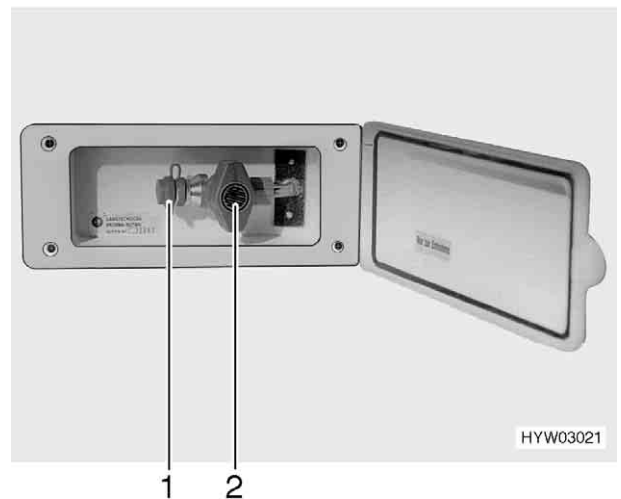

Fig. 91 Raccordement externe de gaz avec robinet d'arrêt fermé
- ▶ Lorsque le raccordement externe de gaz n'est pas utilisé, toujours fermer le robinet d'arrêt (Fig. 91,2).
- ▶ Après le raccordement et l'ouverture du robinet principal, contrôler qu'aucune fuite de gaz ne se produise au niveau du point de branchement (Fig. 91,1). Si le raccordement externe de gaz n'est pas étanche, du gaz fuit vers l'extérieur. Dans un tel cas, fermer immédiatement le robinet principal ainsi que celui de la bouteille de gaz. Faire contrôler le raccordement externe de gaz par un atelier spécialisé agréé.
Le raccordement externe de gaz (Fig. 91) se trouve à l'avant droite, à côté du compartiment à bouteilles de gaz.